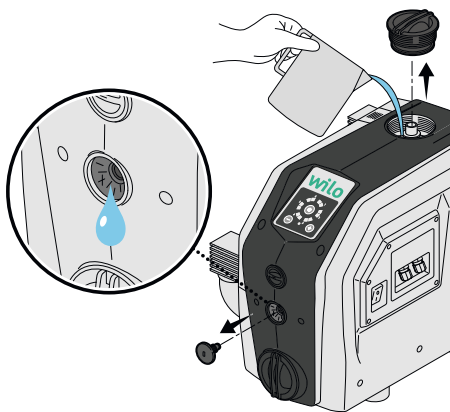

Fig. 8: Punjenje
2. Punite proizvod vodom (oko 1,5 l) dok voda ne izađe iz otvora za ventilaciju (Fig. 8).